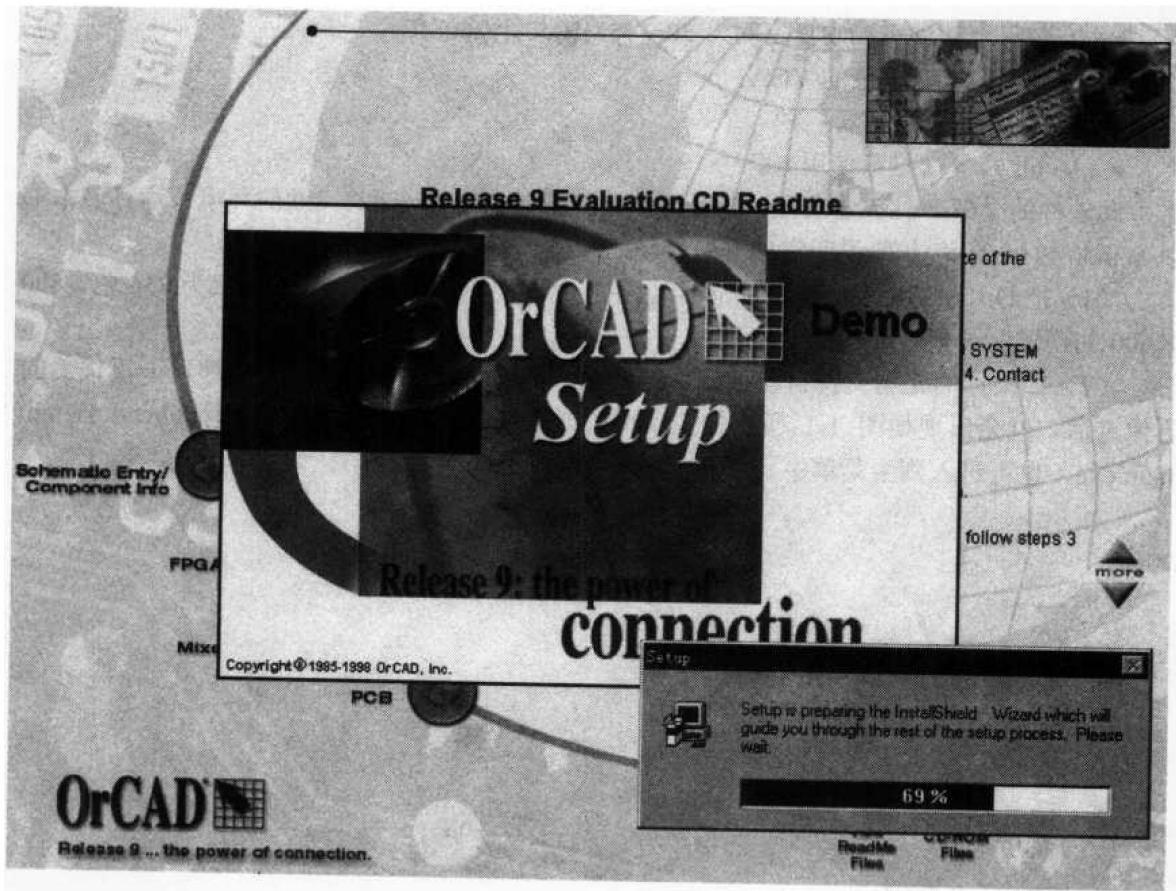

图 1-2 点击“Install”
(3) 继续安装，点击“Install”按钮，进入如图 1-2 所示画面，开始检查系统并载入安装向导，以后由向导引导安装。